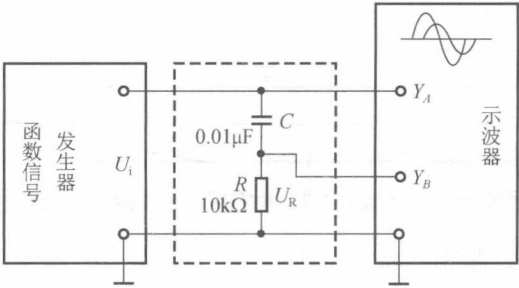

图 1.3 两波形间相位差的测量电路
① 按图 1.3 连接实验电路，将函数信号发生器的输出电压调至频率为 1kHz、幅值为 2V 的正弦波；经 RC 移相网络获得频率相同但相位不同的两路信号 U_i 和 U_R ，分别加到双踪示波器的 Y_A 和 Y_B 的输入端。